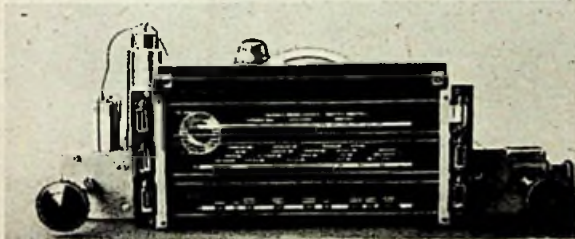
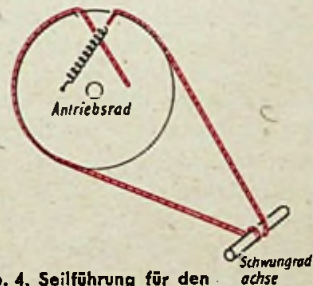

Abb. 3. Um bequem abgleichen zu können, ist die dreiteilige Flutlichtskala am Chassis befestigt
Abb. 4. Seilführung für den Drehkondensatorantrieb
d) Die Skala besteht aus 3 Flutlichtskalenstreifen (für jeden Wellenbereich einer), die in dem im Gehäuse verfügbaren Skalenausschnitt symmetrisch angeordnet wurden. Um den Abgleich bequem durchführen zu können, sind die Skalenstreifen mit entsprechend zugeschnittenen Alu-Winkeln und -streifen am Chassis befestigt worden. Abb. 3 zeigt die am Chassis montierte Skala. Jedem Streifen sind rechts und links je eine Soffittenlampe 18 V, 0,1 A zugeordnet. Die Glasstreifen ragen auf beiden Seiten durch die Befestigungsschienen bis zu den Skalenlampen. Damit das Flutlicht besser gesammelt wird, empfiehlt es sich, die Soffittenlampen mit dünnen Blechstreifen abzudecken, wie es in Abb. 3 für das Lämpchen rechts oben deutlich zu erkennen ist. Die Beschriftung der Skalenstreifen hebt sich wirkungsvoll von der mit dunklem Stoff bespannten Zwischenwand ab, die aus Sperrholz (3...4 mm stark) oder kräftiger Hartpappe besteht. Der Zeiger wird am besten weiß gestrichen.
Um den Drehkondensator schnell durchdrehen und den Zeiger rasch über die Skalenlänge führen zu können, wurde Schwungradantrieb vorgesehen. Das aus Messing oder Eisen gedrehte Schwungrad von 60 mm Durchmesser und 17 mm Dicke ist fest und genau ausbalanciert mit einer 6-mm-Achse passender Länge verbunden, die beiderseitig gelagert ist. Als Lager reichen zwei genau gebohrte Pertinaxscheiben aus. Die für bequeme Einstellung auf Kurzwellen erforderliche hohe Übersetzung wird durch ein möglichst großes Skalenrad (15...18 cm ϕ) und eine dünne Buchse für die Schwungradachse erreicht. Seilführung s. Abb. 4. Die Rille des Drehkondensatorantriebsrades kann spitz zulaufen. Für die Zeigerführung ist mit dem großen Seilrad ein kleineres Rad verschraubt, dessen Durchmesser von der Skalenlänge abhängig ist und durch folgende Formel bestimmt wird:
Für einfachere Anordnungen genügt unter Umständen sogar die direkte Kapazitätsmessung, z. B. mit dem auf dem Prinzip des Induktionsdynamometers aufgebauten Kapazitätsmesser von Hartmann & Braun. Sofern bei der Anzeige größere Trägheit, bedingt durch die Anhäufung von Materialmassen bei erhöhter Kapazität, in Kauf genommen werden kann, ist die billige Anordnung nach Abb. 3 zu empfehlen.
Wie man sieht, gestatten diese Kondensatoren alle nur denkbaren Schaltungen, bei denen die Veränderung von C im Endwert meßbare Veränderungen hervorruft. Besondere Bedeutung dürften sie als Geber in Lacktrockenöfen usw. finden, wo sie beispielsweise die Zündspannung eines Glümmrelais durch Kapazitätsänderung (Abb. 4) beeinflussend, außerordentlich betriebssichere Anordnungen ergaben. Ihre geringe Wärmeträgheit setzt das lästige, vom Ausdehnungsregler her bekannte zu hohem Kontaktverschleiß führende Mehrfachschalten der Hauptschütze herab.
Links. Abb. 3. Rechts. Abb. 4. $C_1 + C_2 = 500 \dots 1000$ pF Mit Änderung dieses Wertes, hervorgerufen durch Temperaturschwankung, zündet oder erlischt die Glümmröhre G1 und steuert somit das Relais.